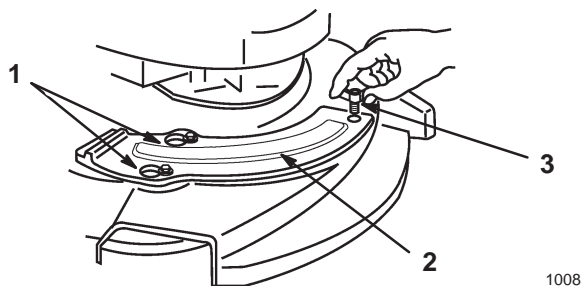

Figure 48
- Placez le déflecteur de broyage sur les boulons à épaulement (Fig. 48).
- Fixez le déflecteur avec la vis papillon (Fig. 48).